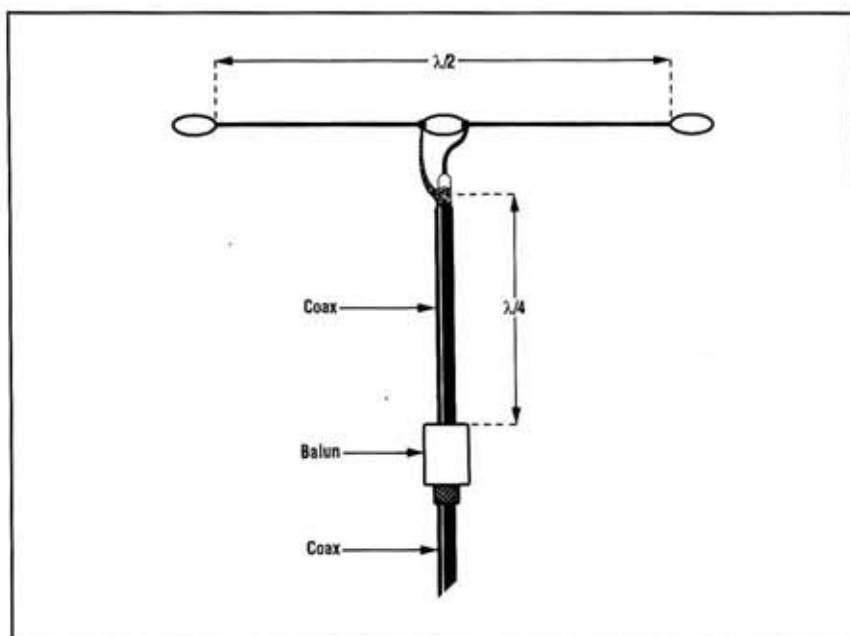

Fig. 2 - Adattamento della fig. 1/B per l'adozione dell'irradiazione controllata di linea. Il balun serve di tipo 1:1.
La versione di fig. 2 (quella appunto cui ci siamo già riferiti) consiste in un dipolo con balun posizionato a $0,25\lambda$ sotto il punto di alimentazione: essa consente di ottenere un diagramma d'irradiazione onnidirezionale a polarizzazione verticale derivante dalla classica figura a 8. Questa caratteristica di irradiazione verticale a basso angolo risulta piuttosto vantaggiosa, potendosi ottenere senza bisogno di alcun complicato ed ingombrante sistema di radiali di terra.
Una volta arrivati ad elaborare una soluzione di questo genere, una semplice evoluzione può consistere in quanto illustrato in fig. 3 (A); si tratta, in sostanza, di «metà» della versione di fig. 2: un quarto d'onda orizzontale alimentato ad un estremo e combinato con una sezione verticale per l'ICL.
slittare lungo la linea sino ad un quarto d'onda dal punto di alimentazione dell'antenna (fig. 2).